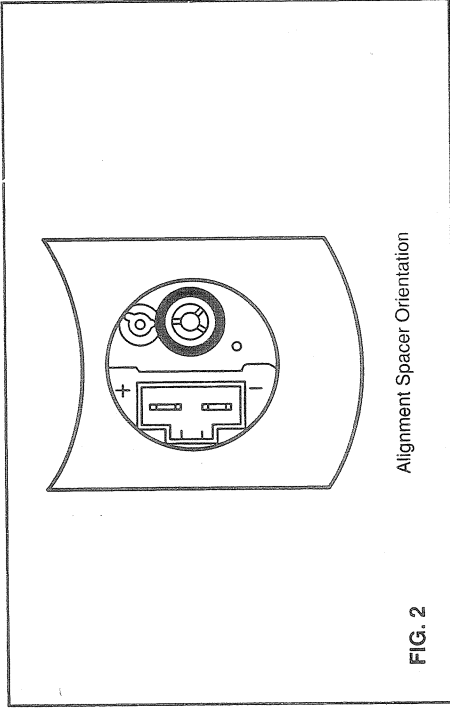

FIG. 2
- J) Faire glisser la nouvelle entretoise d'alignement de pompe sur la nouvelle pompe à carburant et la faire tourner dans sa bonne orientation (voir la fig. 2)